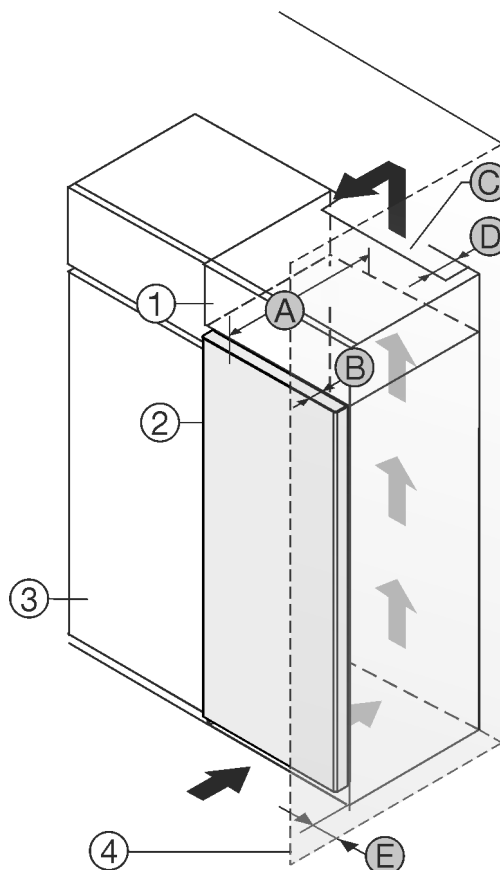

Fig. 1
Du kan ställa apparaten direkt bredvid köksskåpet Fig. 1 (3).*
Bakom överskåpet måste det finnas en luftspalt med djupet Fig. 1 (D) längs hela överskåpets bredd.*
Under taket måste angiven ventilationsprofil Fig. 1 (C) följas.*
Om du placerar apparaten med gångjärnen bredvid en vägg Fig. 1 (4) måste avståndet mellan apparaten och väggen vara minst 13 mm.*
Om du placerar apparaten med gångjärnen bredvid en vägg Fig. 1 (4) måste avståndet mellan apparaten och väggen vara minst 20 mm.*
För att dörren ska kunna öppnas helt måste apparaten sticka ut från köksskåpets front med samma mått som dörrens djup Fig. 1 (B). Beroende på köksskåpens Fig. 1 (3) djup och om väggavståndshållare används kan skåpet skjuta ut ännu mer.*